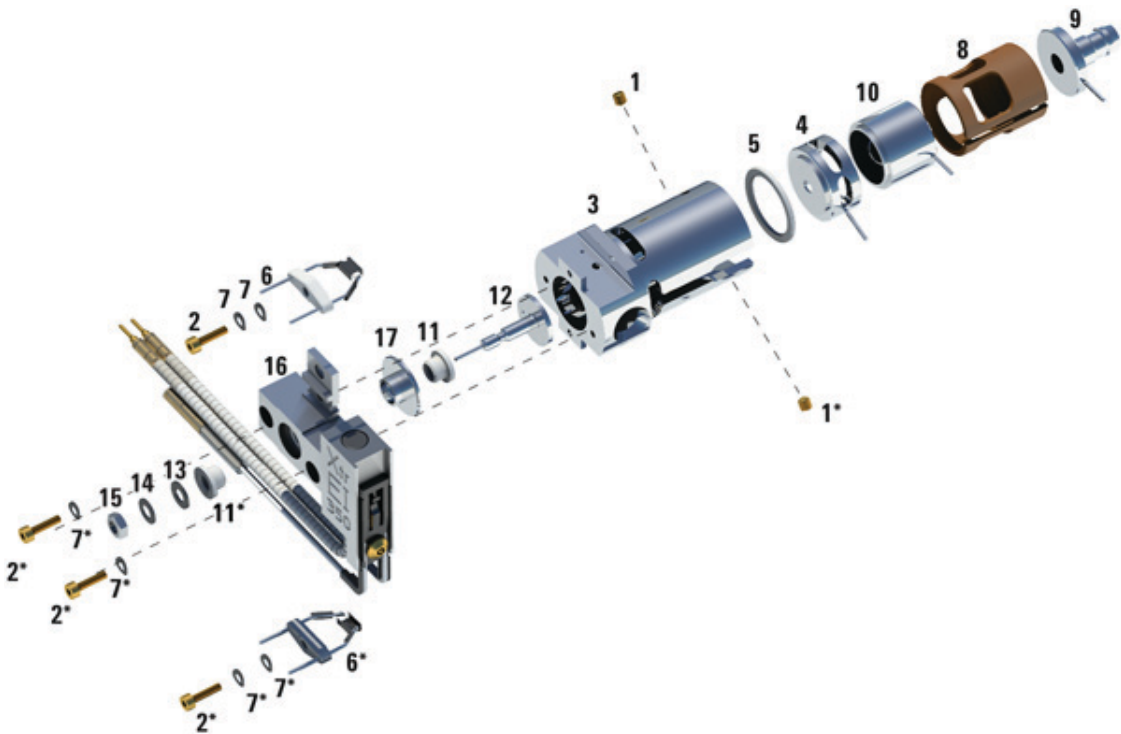

Figura 26 Montaje de la fuente extractora de iones de EI
- 2 Introduzca la lente extractora en el cuerpo de la fuente, con el lado plano primero (consulte Figura 26 en la página 165).
- 3 Introduzca la lente de entrada y las lentes de enfoque iónico en el aislante, en el orden en que se muestra (Figura 26 en la página 165).
- 4 Inserte el aislante que contiene las lentes de entrada y de enfoque iónico en el cuerpo de la fuente, con la lentes de enfoque iónico contra la lente extractora (consulte Figura 26 en la página 165).
Tabla 21 Lista de piezas de la fuente extractora de iones de EI (Figura 26)
Tabla 21 Lista de piezas de la fuente extractora de iones de El (Figura 26) (continuación)